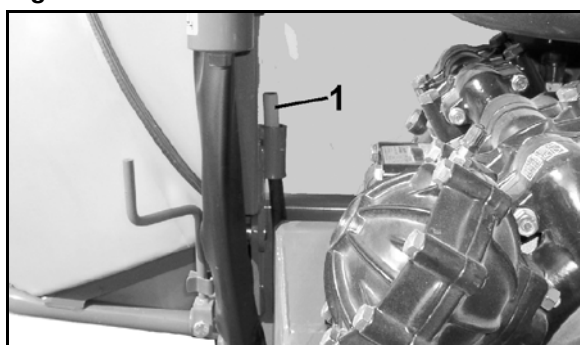

Fig. 48
2. Apertar os parafusos limitadores (Fig. 48/1) no tambor do travão e fixar com a contraporca (Fig. 48/2).